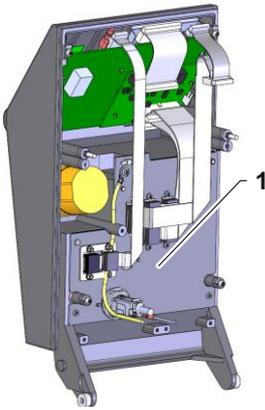

Fig. 1: Plaque d'interface
5. Faire le suivant pour remplacer la plaque (marquage 1 → Fig. 1):